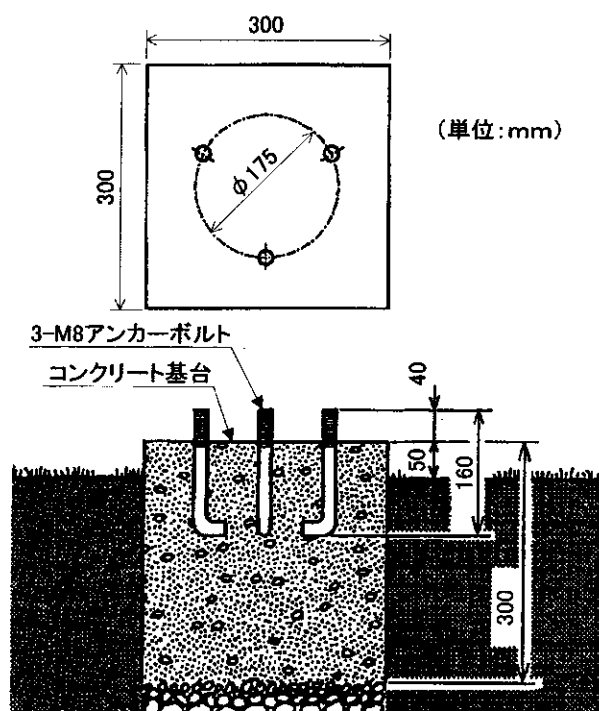
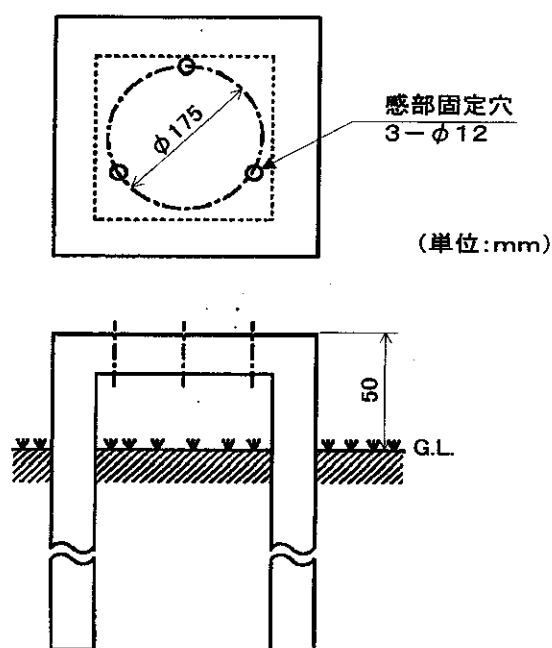

図 3.2 コンクリート基台
図 3.3 取付台
- (1) 雨量計感部は、図 3.2 のようなコンクリート基台または図 3.3 のような取付台を地中に埋設し、その上に水平に据え付けします。
- (2) 基台の埋設の深さは、据え付けする場所により異なります。土質の弱い場所へ据え付けする場合には、図の寸法より大きな基台を作り、より深く埋設してください。
- (3) コンクリート基台の上面はモルタル塗りで仕上げますが、排出雨水の流れを良くするために、外側に向かってわずかな傾斜をつけてください。
- (4) 感部の脚の取付穴とアンカーボルトの位置は合わせにくいので、コンクリート基台へのアンカーボルトの埋め込みは、現物合わせで実施されることをお勧めします。